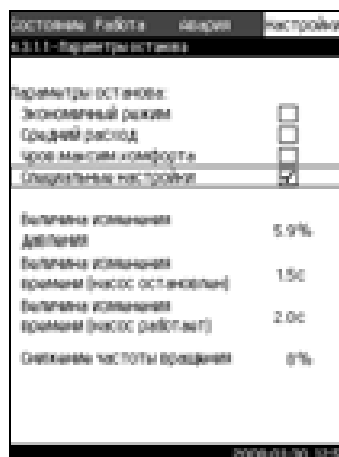

Рис. 65 Специальные настройки
8. Выберите один из параметров останова с помощью \downarrow или \uparrow и сохраните нажатием ok . Если выбраны **Специальные настройки**, необходимо задать параметры, показанные на рис. 65. См. примеры ниже.